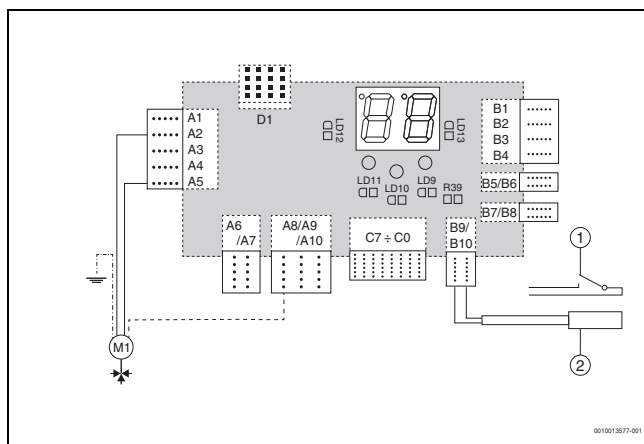

Fig. 1 Tilkobling av 3-veisventilen for funksjonen til styringen av varmtvannet eller reservekilden
- ▶ Koble til kabelen til shunten på elektronikken til fyrkjelen tilsvarende kablingsskjemaet (→fig. 1). Isolér de gjenværende lederne (det dreier seg om interne kontakter til shunten).
- ▶ Koble til følerne på klemmene B9-B10 til elektronikken tilsvarende kablingsskjemaet (→fig. 1). Det er ikke nødvendig å overholde noe polaritet på følerkablene.